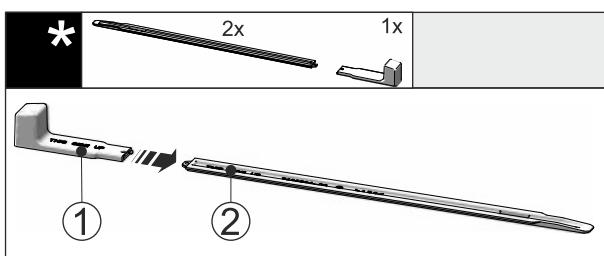

Fig. 54
► Поставете монтажната дръжка Fig. 54 (1) на нивелиращата релса Fig. 54 (2).